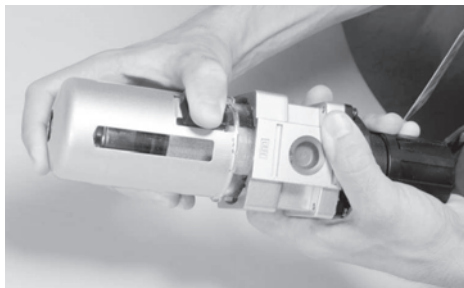

Fig. 3 – Recolocar la protección del vaso
1. Coloque la protección metálica encajada en el resalto del vaso (fig. 3), tire la traba negra y gire la protección en 1/8 de volta hasta encajar;